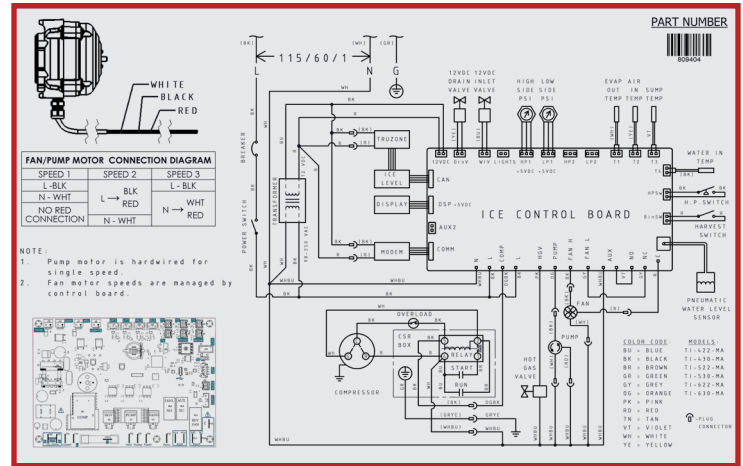

Abb. 1. Der Schaltplan befindet sich unter der Abdeckplatte.
- Siehe Schaltplan unter der Abdeckplatte, wie in Abb. 1 dargestellt. Wie Sie darauf zugreifen, finden Sie unter „Entfernen der Verkleidungen“ (S. 31).